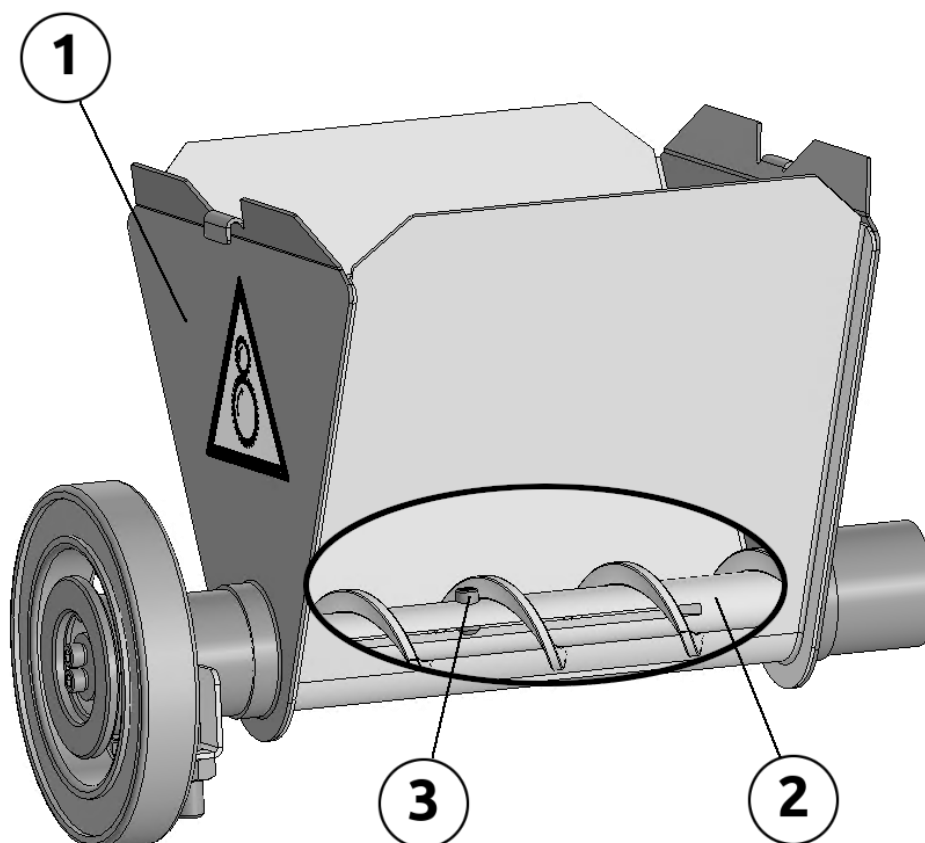

Рисунок 2.16
1. Извлечь анкерный вал (рис. 2.16 2) из поддона приемного бункера (рис. 2.16 1).
7. Ввести анкерный вал в спираль оставляя небольшой зазор между концом спирали и фланцем анкера (около 5 мм). Плотнo затянуть распорный винт (рис. 2.16 3) в середине вала, винт должен разжать вал, зафиксировав спираль.